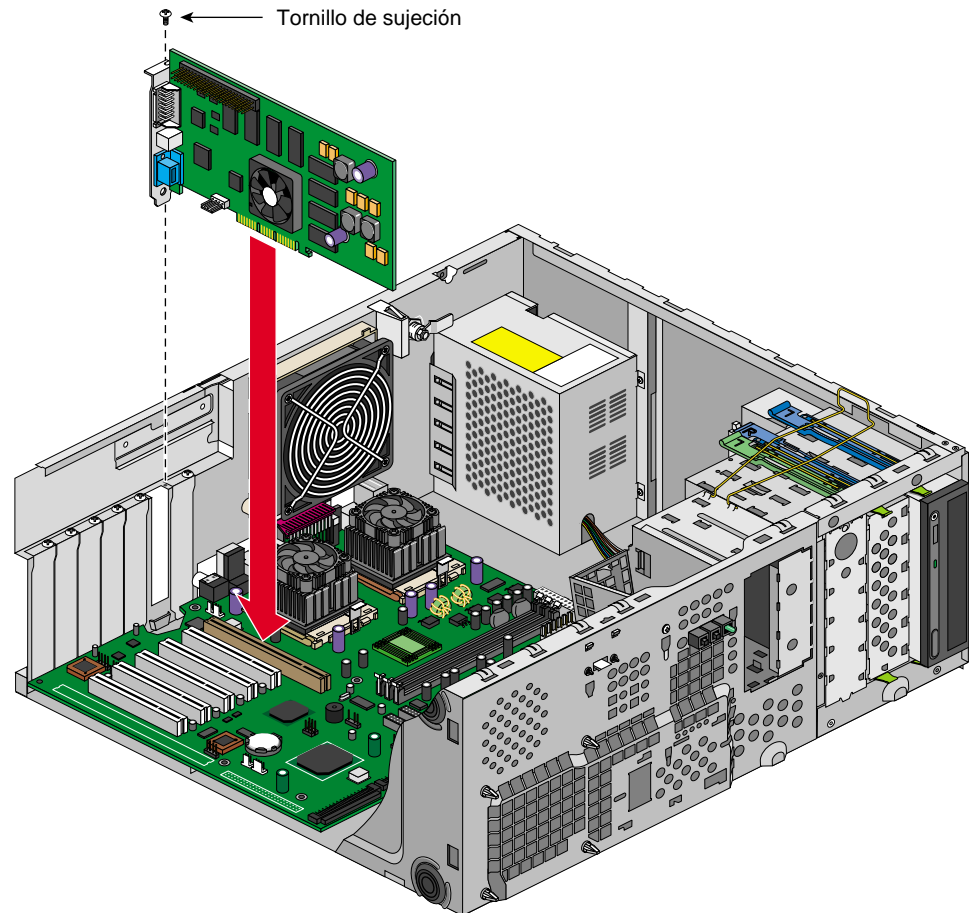

Figura 2-20 Instalación de la tarjeta de expansión
3. Introduzca la tarjeta de expansión en su ranura y presiónela contra el conector hasta que esté bien encajada. En la Figura 2-20 se muestra este procedimiento.
4. Apriete el tornillo de sujeción como se muestra en la Figura 2-20.